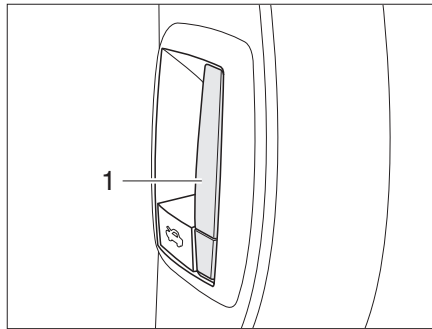

Fig. 28 Palanca de desbloqueo del capó del motor, en el interior
- Tirar de la palanca (Fig. 28,1) en el salpicadero, en el lado izquierdo del vehículo. El capó del motor abre hasta el tope del gancho de retención.